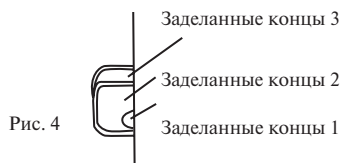

Рис. 4
1. При протяжке трубопровода и электропроводки слева или справа от внутреннего блока по мере необходимости отрежьте заделанные концы от шасси (см. рис. 4)